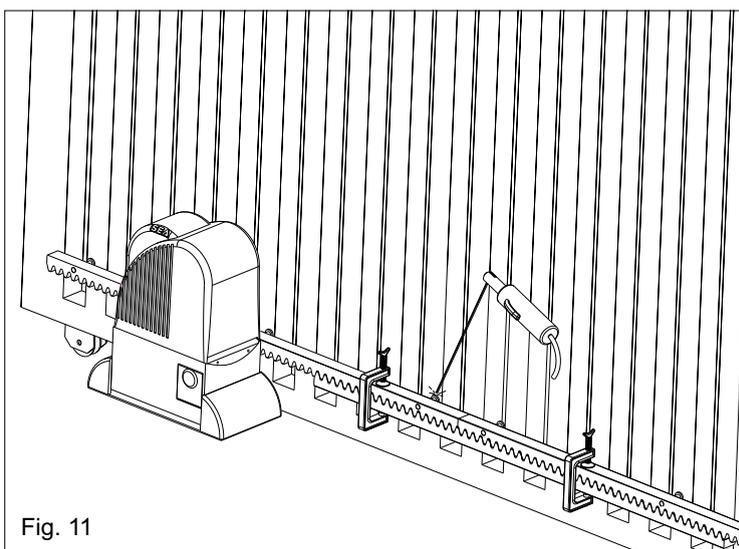

Fig. 11
6.5. S'assurer que tous les éléments de la crémaillère sont parfaitement alignés et positionnés correctement (denture en phase). Il est conseillé d'opposer à deux éléments successifs un troisième comme indiqué dans Fig. 11;